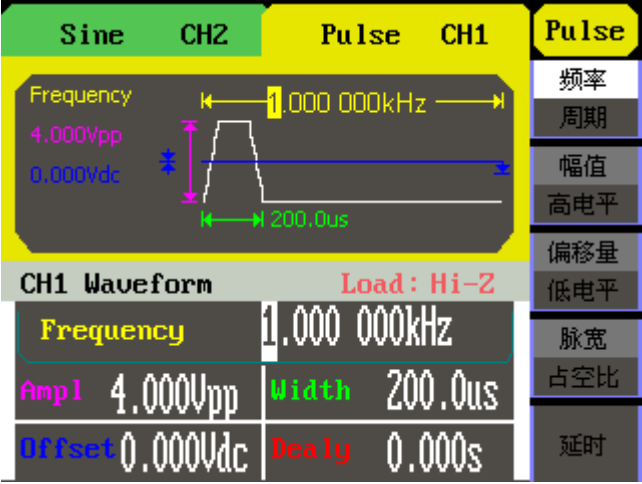

图 1-9 脉冲波设置界面
- 使用 Pulse 按键，波形图标变为脉冲波信号，并在状态区左侧出现 Pulse 字样。可输出 500  $\mu$  Hz 到 10MHz 的脉冲波形。设置频率/周期、幅值/高电平、偏移量/低电平、脉宽/占空比、延时，可以得到不同参数的脉冲波。如图 1-9 所示，为脉冲波的默认设置。